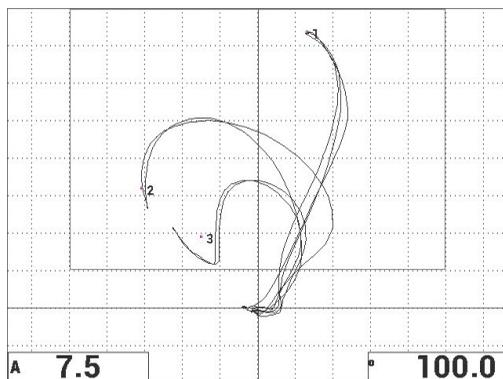

図 6-52 剥離部の 2 回目のスキャン
14. 全画面次へキー (➡) を押しして全画面表示にします。次に、剥離部をゆっくりとスキャンして、ドットが常に信号に一致していることを確認します (170 ページの図 6-52 参照)。